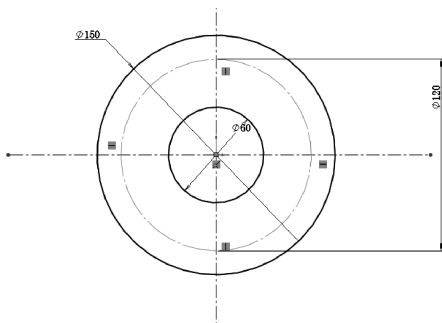

图 11-20 选择构造线
4) 单击圆, 在屏幕左侧【属性管理器】中弹出【圆】属性设置。单击【作为构造线】按钮, 选确定, 如图 11-20 所示。